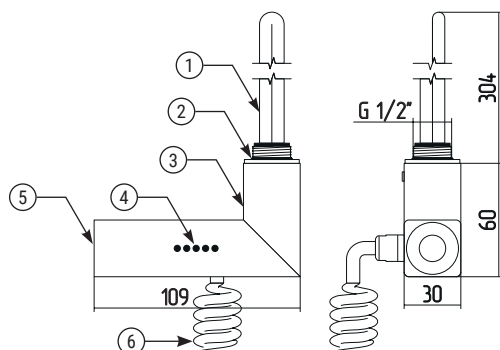
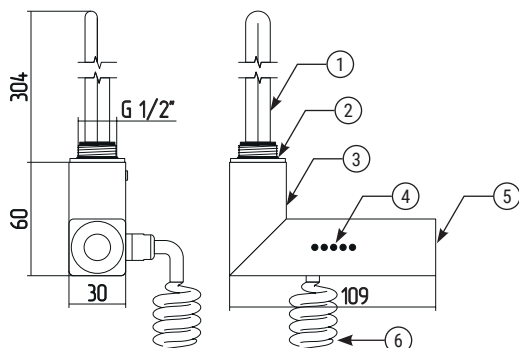

Рис.5
Рис.6
5.3. Составные элементы: правый ТЭН (рис. 5) или левый ТЭН (рис. 6).
- 6.2. Выбор различных режимов работы устройства (включение) происходит при последовательном нажатии на кнопку управления (см. рис. 5 «5»), находящуюся на торце изделия: